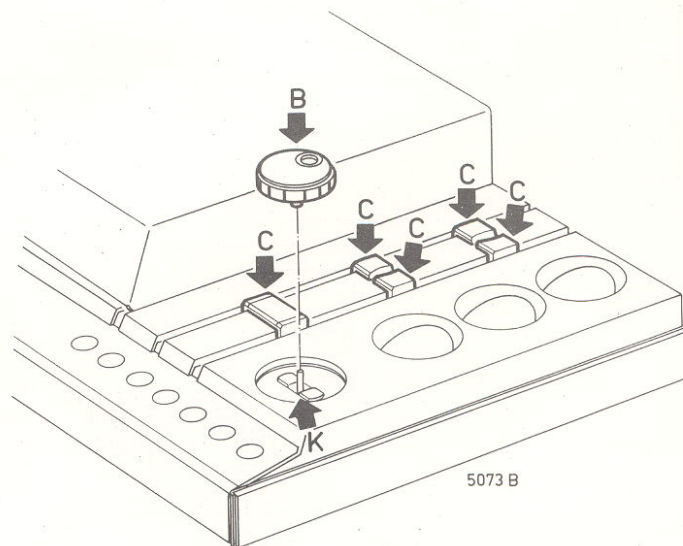
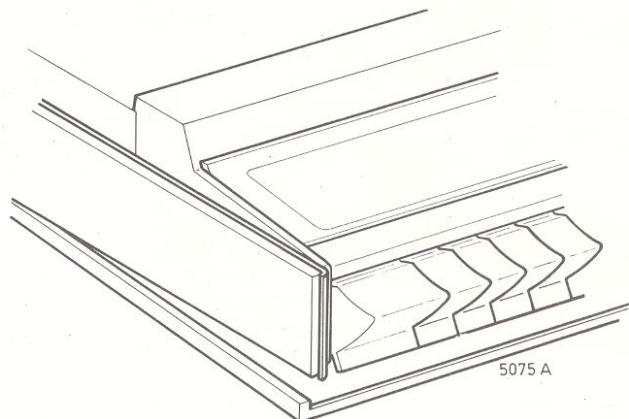
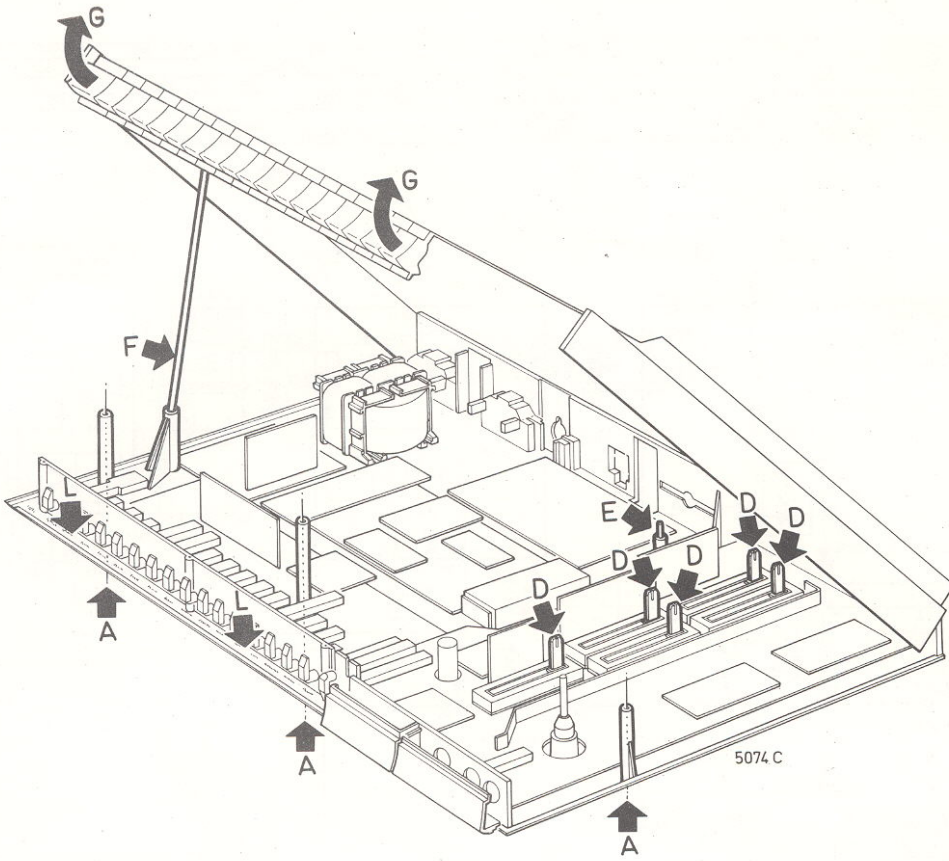
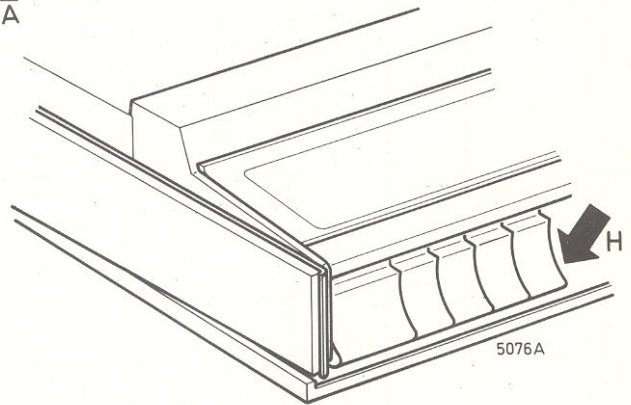

Fig.2
Fig.4
Fig.3
Fig.5
2. Afstemknop "B" (fig. 2) verwijderen.
3. Vervolgens kan het bovendek scharnieren in het chassis. M.b.v. pook "F" (fig. 3) welke zich in het bovendek bevindt, is het mogelijk het apparaat in geopende toestand te houden.
1. Lopers van potentiometers "D" (fig. 3) in achterste stand plaatsen. De schuifknoppen "C" (fig. 2) vallen in geopende toestand reeds in achterste stand.
2. Druktoetsen zover mogelijk naar voren plaatsen "G" (fig. 3).
4. Bovendek naar beneden laten komen, tot de toetsen de schaalsectie gepasseerd zijn (fig. 4). Vervolgens alle toetsen indrukken "H" (fig. 5) zodat de onderkanten van de toetsen binnen de opstaande bodemrand vallen en de afstemas door beugelopening komt "K" (fig. 2).
- In geopende toestand zijn de knopfuncties ook op de bodem te lezen "L" (fig. 3).
- Indien aan het laagfrequent dragerpaneel gerepareerd moet worden, is het niet nodig de hele snaaraandrijving te demonteren. Nadat de schroef in het snaarwiel losgedraaid is kan het snaarwiel op een andere nok in het apparaat geplaatst worden, "E" (fig. 3 en 6).
2. Retirer le bouton de syntonisation "B" (fig. 2).
3. La platine supérieure peut ensuite pivoter dans le châssis. La barre "F" (fig. 3) prévue dans la platine supérieure permet de maintenir l'appareil ouvert.
1. Placer les curseurs des potentiomètres "D" (fig. 3) dans leur position arrière. A l'état ouvert, les boutons à coulisse "C" (fig. 2) se placent déjà dans la position ouverte.
2. Déplacer les touches à fond vers l'avant "G" (fig. 3).
4. Abaisser la platine supérieure jusqu'à ce que les touches aient dépassé la "section échelle" (fig. 4). Enfoncer ensuite toutes les touches "H" (fig. 5), pour que les côtés inférieurs des touches se trouvent dans le rebord de fond et que l'axe de syntonisation s'applique dans l'ouverture ménagée dans l'étrier "K" (fig. 2).
- A l'état ouvert, les fonctions des boutons sont également lisibles sur la plaque de fond "L" (fig. 3).
- Pour faire des réparations à la platine imprimée BF, il n'est pas nécessaire de démonter tout l'ensemble d'entraînement de courroie. Après avoir desserré la vis dans la poulie, il est possible de placer la poulie sur une autre came dans l'appareil "E" (fig. 3 et 6).
2. Entferne Abstimmknopf "B" (Abb. 2).
3. Das Obergehäuse kann mittels eines Haken "F" im Chassis scharnieren (Abb. 3). Hierdurch kann das Gerät in geöffneter Lage stehenbleiben.
1. Bringe die Schleifer der Potentiometer "D" in die hinterste Stellung (Abb. 3). Die Schiebeknöpfe "C" (Abb. 2) fallen in geöffneten Zustand bereits in die hinterste Stellung.
2. Bringe die Drucktasten möglichst vorne an, siehe "G" (Abb. 3).
4. Schwenke das Obergehäuse so weit zurück, bis die Tasten am Skalenteil vorbei sind (Abb. 4). Drücke alsdann alle Tasten "H" (Abb. 5) so dass die Unterseiten der Tasten in den hochstehenden oberen Rand greifen und die Abstimmachse durch die Bügelöffnung gelangt; siehe "K" auf Abb. 2.
- In geöffneter Lage können die Knopffunktionen auch vom Boden abgelesen werden, siehe "L" Abb. 3.
- Wenn eine Reparatur an der NF-Trägerplatte ausgeführt werden muss, braucht der Seilantrieb nicht entfernt werden. Nach Lösen der Schraube im Seilrad kann das Seilrad auf einen anderen Nocken im Gerät angebracht werden; siehe "E" Abb. 3 und 6.
2. Togliere la manopola di sintonia "B" (fig. 2).
3. La parte superiore può ora essere tolta dallo chassis. La staffa "F" (fig. 3) posta nella piastra superiore permette di mantenere l'apparecchio aperto.
1. Mettere i cursori dei potenziometri "D" (fig. 3) nella loro posizione arretrata. Quando l'apparecchio è aperto, i cursori a slitta "C" (fig. 2) si dispongono già in posizione aperta.
2. Togliere i tasti spostandoli in avanti "G" (fig. 3).
4. Abbassare la piastra superiore fino a che i tasti hanno superato la "sezione radio" (fig. 4). Premere in seguito tutti i tasti "H" (fig. 5) fino a che le loro parti inferiori coincidano col bordo inferiore dell'apparecchio e l'asse di sintonia si trova nell'apertura ricavata dalla staffa "K" (fig. 2).
- Quando l'apparecchio è aperto, le funzioni dei pulsanti sono ugualmente leggibili sulla piastra di fondo "L" (fig. 3).